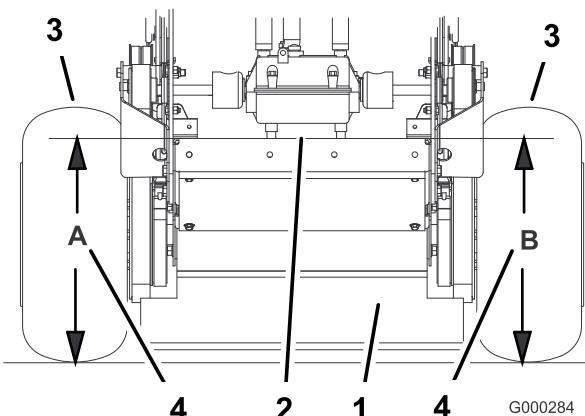

Figure 79
- Mesurez la hauteur du plancher moteur au point A (Figure 79).
- Mesurez la hauteur du plancher moteur au point B (Figure 79).